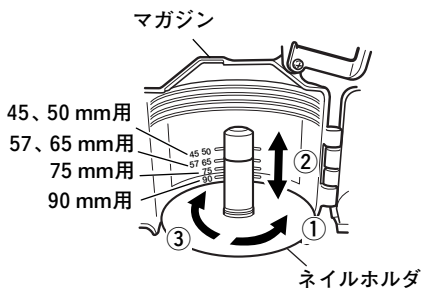

図 9
③ネイルホルダを“カチッ”と音のするまで(約90°)右に回します。(図9)